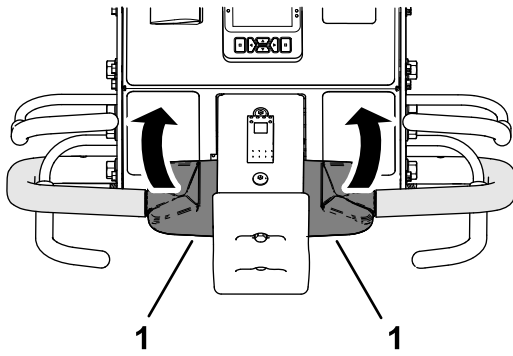

Bild 38
3. Halten Sie den Schaltbügel und den Aerifizierbügel fest und drehen Sie den oberen Teil des Fahrtriebshebels nach hinten (**Bild 38**).